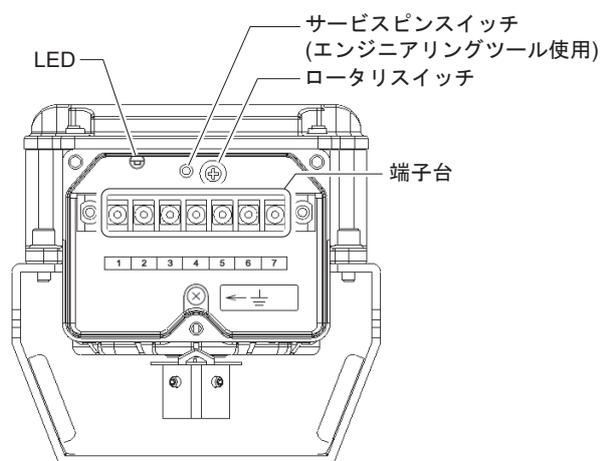

図12 設定用スイッチ
* 本製品におけるサービスピンスイッチとロータリスイッチの位置については、『図12 設定用スイッチ』を参照してください。
- (1) サービスピンスイッチを10秒間長押しします。
- (2) 調整モードに入ります。
- (3) 目的の動作番号まで、ロータリスイッチを回します。